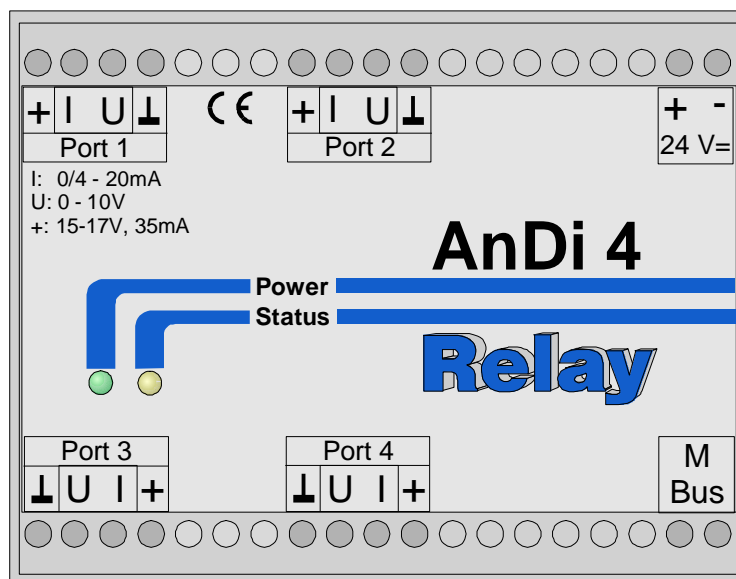

Abb.1: Frontansicht des AnDi 1..4
Der AnDi 4 benötigt zum Betrieb eine externe Gleichspannung von 24V (DC) \pm 5%. Dafür sind die Klemmen + und – mit der Beschriftung 24V_{DC} vorgesehen (siehe Abb.1). Es ist unbedingt auf die richtige Polung zu achten. Sobald die Versorgung anliegt, leuchtet die grüne Power-LED. Im selben Moment leuchtet auch für etwa 1 Sekunde die gelbe Status-LED. Sobald diese erloschen ist, ist das Gerät betriebsbereit.